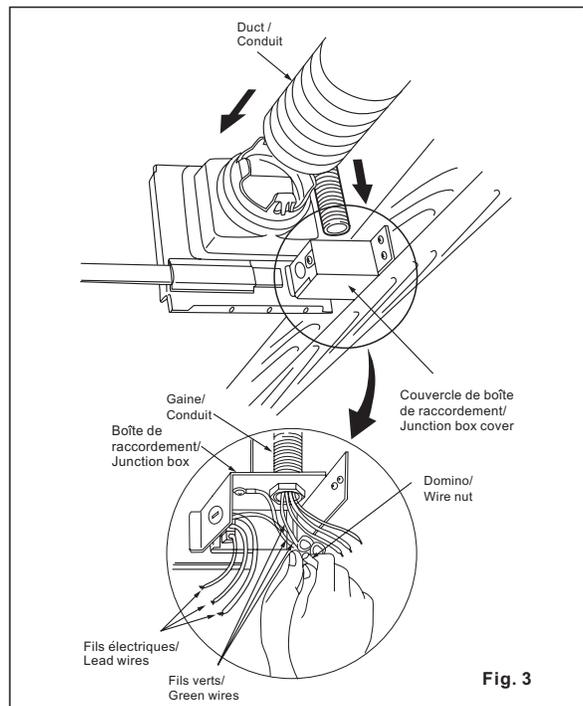

Fig. 3
- Retirer le couvercle de la boîte de raccordement et fixer la gaine sur l'orifice de sortie de la boîte (voir Fig.3).
- Remove junction box cover and secure conduit to junction box knock-out hole. (Fig. 3)
- Remettre en place le couvercle de la boîte de raccordement (voir Fig. 3).
- Replace junction box cover. (Fig. 3)
- Monter le conduit cylindrique et le fixer avec du ruban adhésif (voir Fig.3)
- Install circular duct (4 inch) and secure it with tape.(Fig.3)